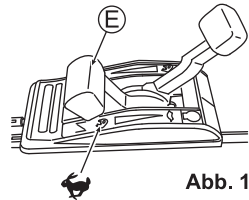

Abb. 17
2. Stellen Sie den Gashebel (E) auf "STOP", um mit dem Mähen zu beginnen. (Siehe Abb. 17)